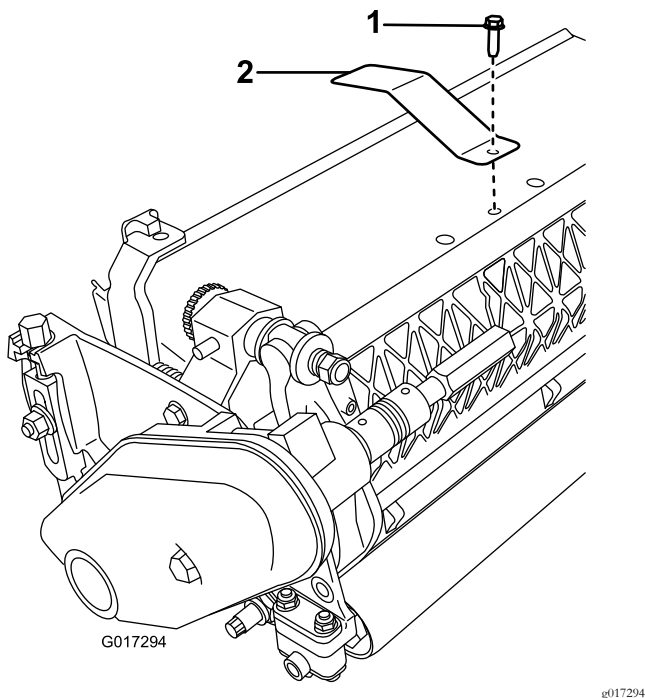

Bild 3
2. Entfernen Sie die mittlere Grasschutzblechschraube (Bild 3).
3. Befestigen Sie die Zielplatte mit der vorher entfernten Schraube oben an der Schneideinheit (Bild 3).